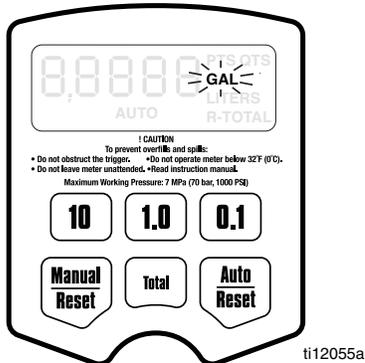

FIG. 25
b. Presione y mantenga presionadas las teclas **Auto / Reiniciar** para mostrar el Menú de Unidades de Medida (FIG. 25, Página 20). Cuando se muestre este menú, la última Unidad de Medidas destellará en la
Unidades de medida (FIG. 25)